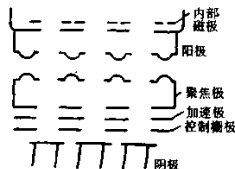

图 5-70 单枪三束一体化
1) 采用精密的一字形排列电子枪，如图5-70所示，这是单枪三束的一体化电子枪结构，从图中可以看了同，它的红、绿、蓝三个阴极在水平方向按一字形排列，绿色阴极在中间，红、蓝阴极紧靠绿色阴极。它的控制栅极、加速极、聚焦极都做成一体化，并开有小孔，让红、绿、蓝电子束通过。